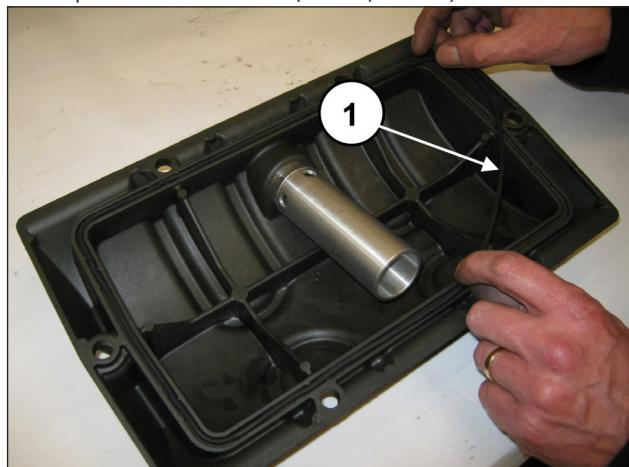
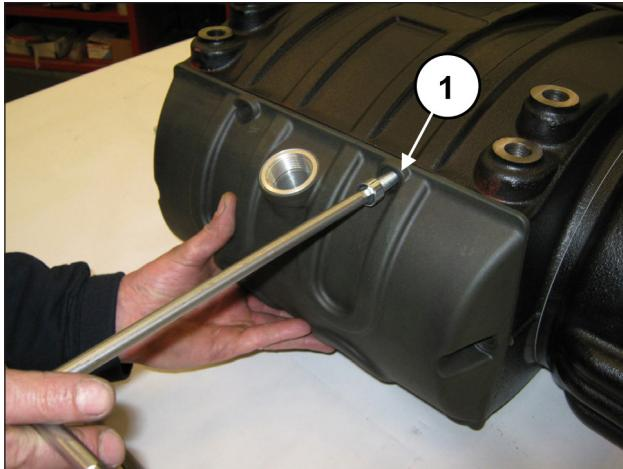

Рис. 70
Рис. 71
Вставьте уплотнительное кольцо O-ring в заднюю крышку (поз. ①, Рис. 70) и монтируйте крышку на картер с помощью 6 винтов M10x30 (поз. ①, Рис. 71).